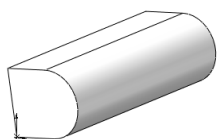
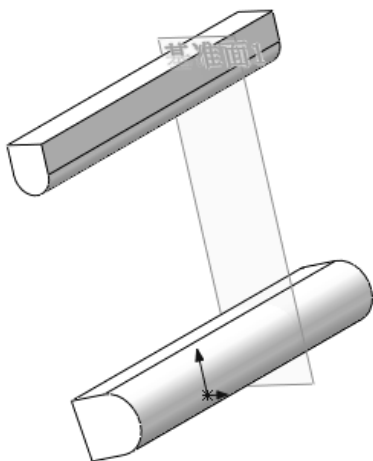

图 13-40 “基准面”属性管理器 1
图 13-41 创建基准面 1
4) 创建基准平面 1。在左侧的 FeatureManager 设计树中用鼠标选择“前视基准面”作为绘制图形的基准面。单击“特征”控制面板“参考几何体”下拉列表中的（基准面）按钮，弹出“基准面”属性管理器，在“偏移距离”文本框中输入距离为“35mm”，如图 13-40 所示；单击属性管理器中的（确定）按钮，生成基准面如图 13-41 所示。